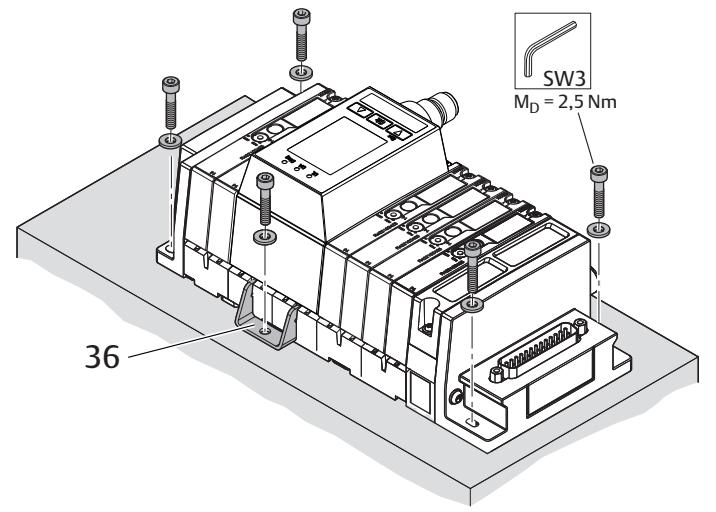

Bild 11: Ventilsystem med fastsatt fästvinkel, exempel
► Stabilisera ventilsystemet genom att montera en extra fästvinkel (36) (se bild 11). Man behöver inte demontera ventilsystemet för att göra detta. Tumruleg: vid fler än 17 ventilplatser krävs en extra fästvinkel för var 8:e ytterligare ventilplats. Exempel: